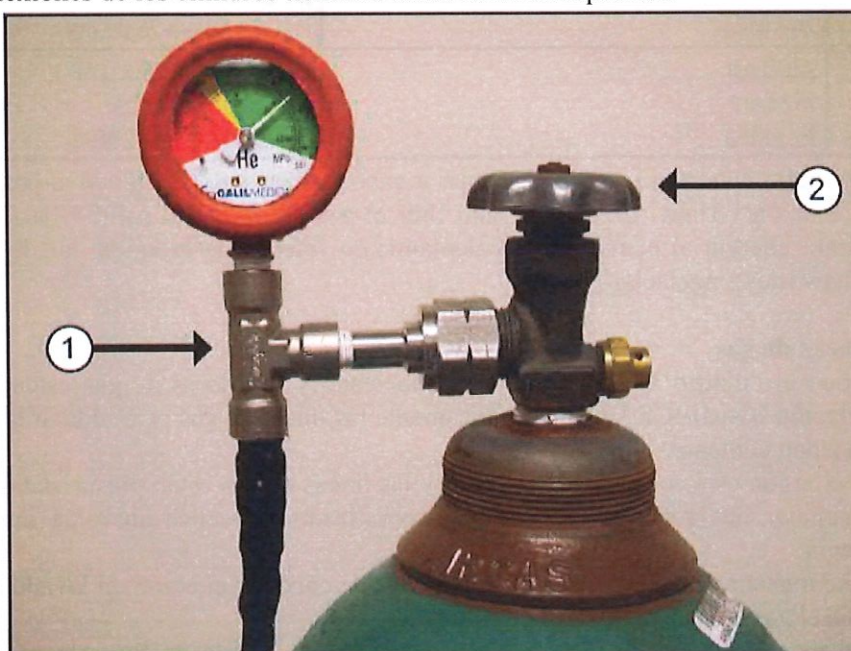

Figura 7. Preparación del cilindro de gas
7. Para conectar la línea de suministro de gas helio de alta presión al cilindro de helio, fije el adaptador del conjunto de manómetro en la conexión del cilindro (figura 7).